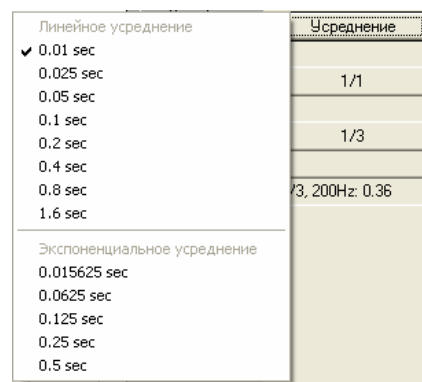

Рисунок 20
- Нажать кнопку «Усреднение» (Рис. 20) и установить экспоненциальное усреднение 0.015625.